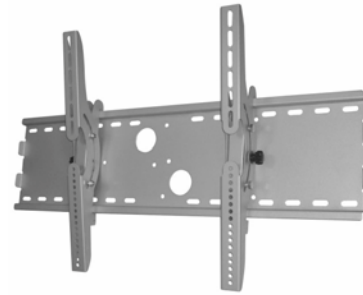

Abbildung 6 ↑
1. Hängen Sie zuerst die oberen Haken der Trägerschienen (b und c) über den oberen Rand der Wandplatte (siehe Abbildung 6 und 7).